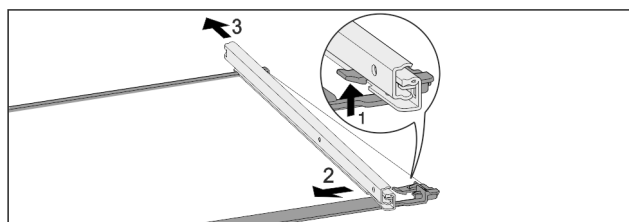

Fig. 83 Glashylla med skenor
- Tryck främre spärr uppåt. Fig. 83 (1)
- Skjut bort utdragsskena i sidled Fig. 83 (2) och bakåt Fig. 83 (3).